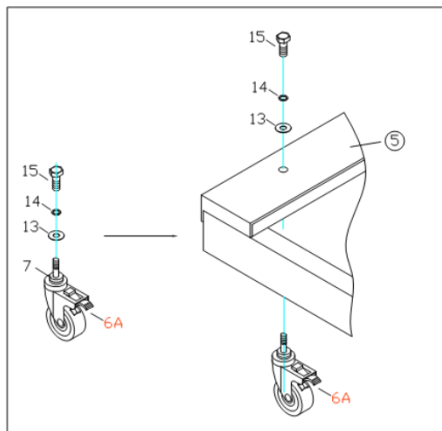

Fig. 2
Étape 2 (Fig.2) :
Assemblez la rondelle (13#), la rondelle élastique (14#) et le boulon (15#) selon l'ordre de la Fig. 2 et serrez le boulon (15#).